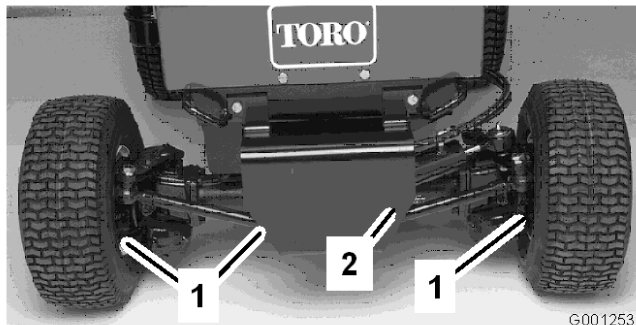

Bild 58
- Nehmen Sie die Muttern ab, mit denen das Kugelgelenk der Zugstange an der Befestigungshalterung an der Achse befestigt ist. Entfernen Sie das Kugellager von der Achse (Bild 58).